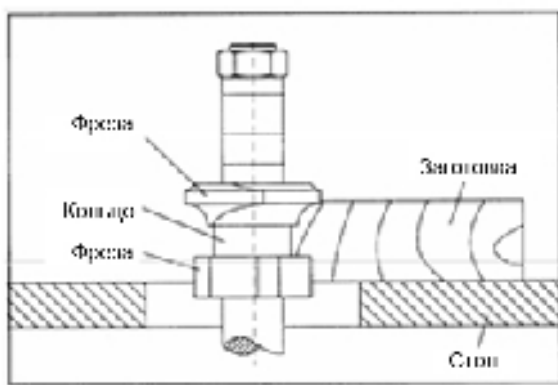

Рис. 4.8
3. Использование кольца между двумя фрезами имеет преимущества и недостатки первых двух методов, и часто используется, когда нужно обработать оба края заготовки, см. Рис.4.8.